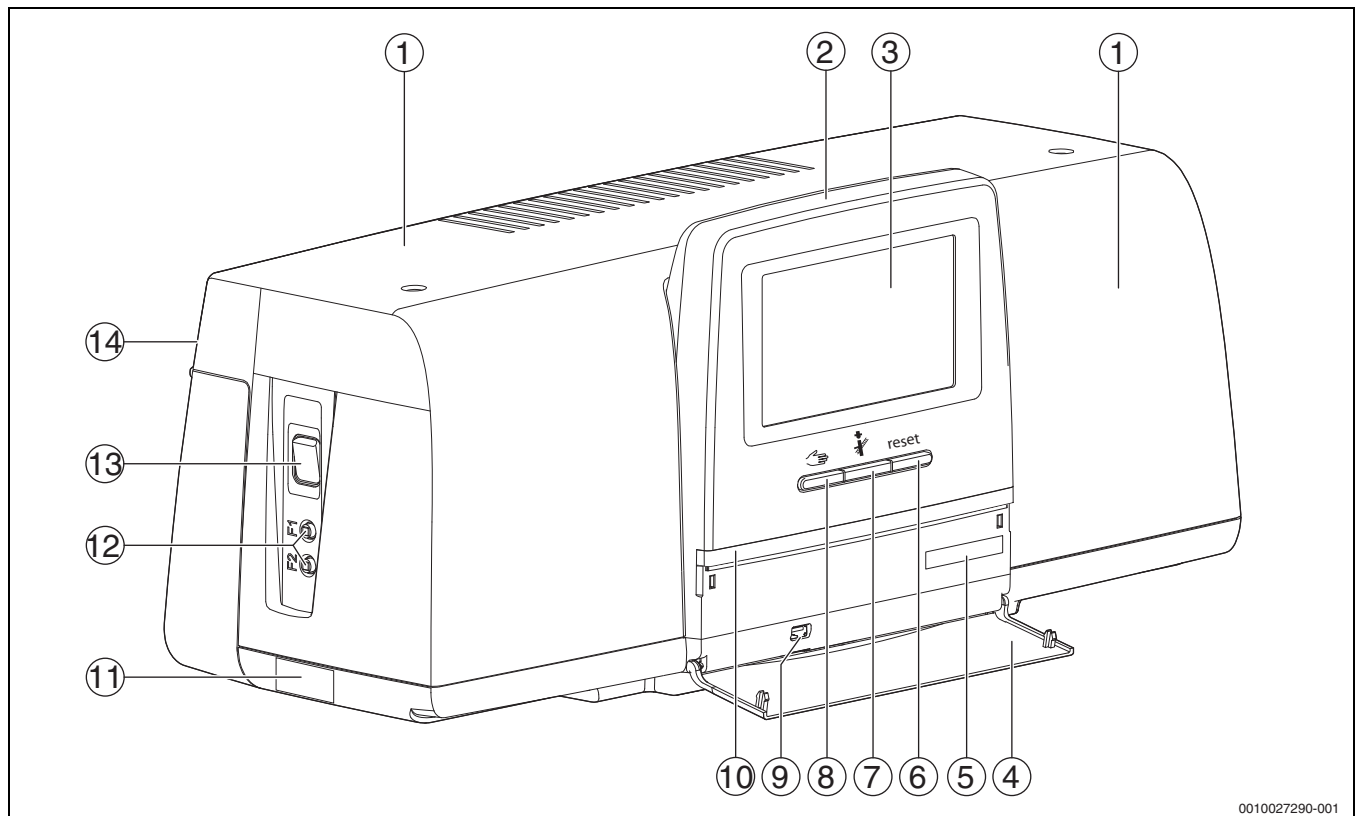

Рис. 8 Обзор системы управления и элементов управления
Состояние установки, функций и компонентов отображается с помощью индикатора состояния (→ рис. 14, [2], [6], стр. 16) и индикатора состояния LED (→ рис. 8, [10], стр. 12).
- ▶ Включите систему управления, нажав переключатель Вкл./Выкл. (→ рис. 8, [13], стр. 12). После инициализации системы управления или неиспользования дисплея в течение некоторого времени на нем появляется стандартная индикация. Во время инициализации на короткое время появляется название серии системы управления.